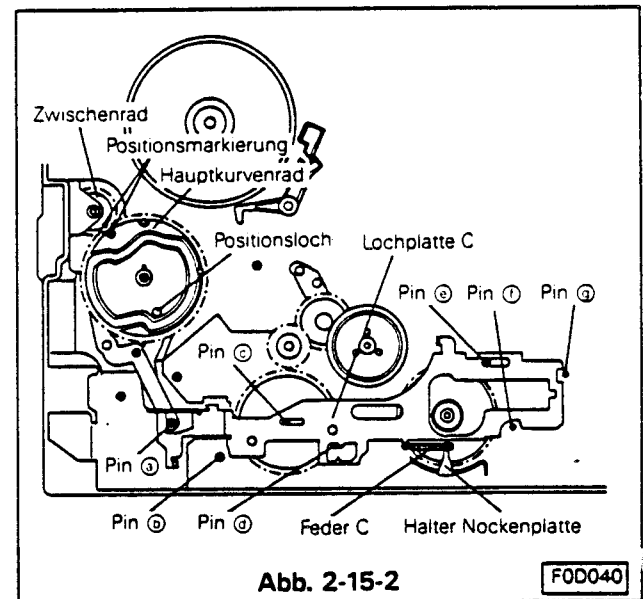

Abb. 2-15-2
- C. Beim Aufsetzen des Kurvenrades 1 sicherstellen, daß die Position der Hebel RS und C sich nicht verändert. Das Kurvenrad mit dem Sicherungshebel sichern. (Siehe Abb. 2-15-2)
- D. Unterlegscheibe auf Pin ① aufsetzen (siehe Abb. 2-15-2) und die Nockenplatte C so einbauen, daß die Positionslöcher der Platte mit den Pinen ① - ④ übereinstimmt.
- E. Die Feder C der Nockenplatte an der Nockenplatte C und an dem Nockenplattenhalter befestigen. (Siehe Abb. 2-15-2)